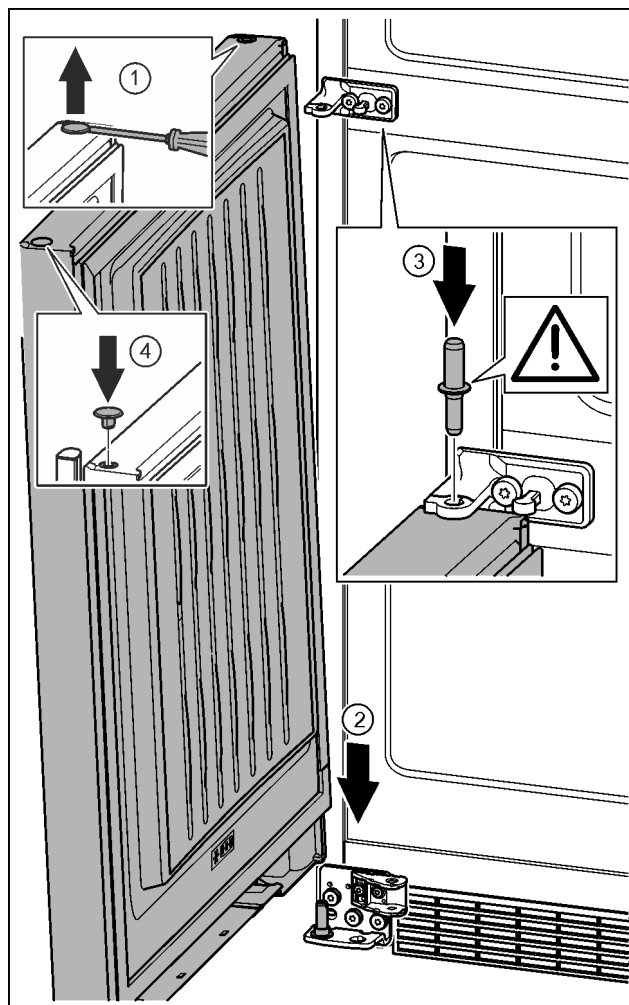

Fig. 35
- ▶ A dugót egy csavarhúzóval óvatosan emelje meg és húzza ki. Fig. 35 (1)
- ▶ Az ajtót felülről helyezze az alsó csapszetre. Fig. 35 (2)
- ▶ Helyezze be az alsó ajtóba a középső csapszeget a középső csapágybakon keresztül. Ügyeljen közben arra, hogy a bekattanó bütyök hátrafelé mutasson. Fig. 35 (3)
- ▶ A dugót helyezze be a másik ajtóoldalon. Fig. 35 (4)